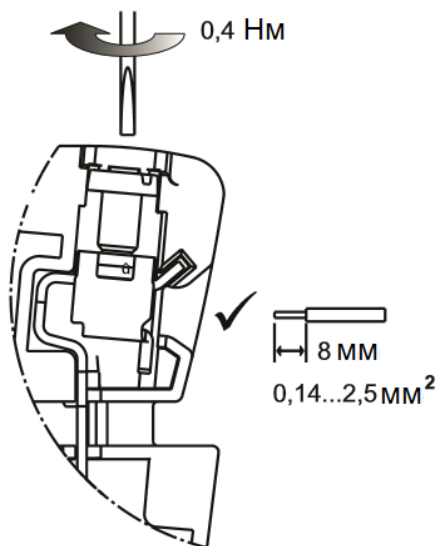

Рисунок 5. Винтовое соединение РМ
2.3.3 Винтовое соединение (рисунок 5) предназначено для провода сечением от 0,14 до 2,5 мм². Длина вскрыши составляет 8 мм, максимальный момент затяжки 0,4 Нм.